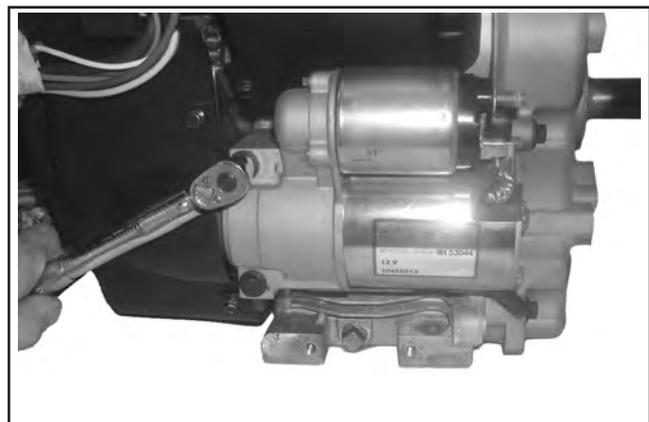

Abbildung 11-73. Installation des elektrischen Anlassers.
1. Unter Verwendung der zwei geflanschten Sechskantschrauben den Anlasser montieren. Siehe Abbildung 11-73. Einige Anlasser mit Trägheitsbewegung sind mit einer Ritzelabdeckung und Distanzstücken auf den Schraubbolzen des Anlassers ausgestattet.